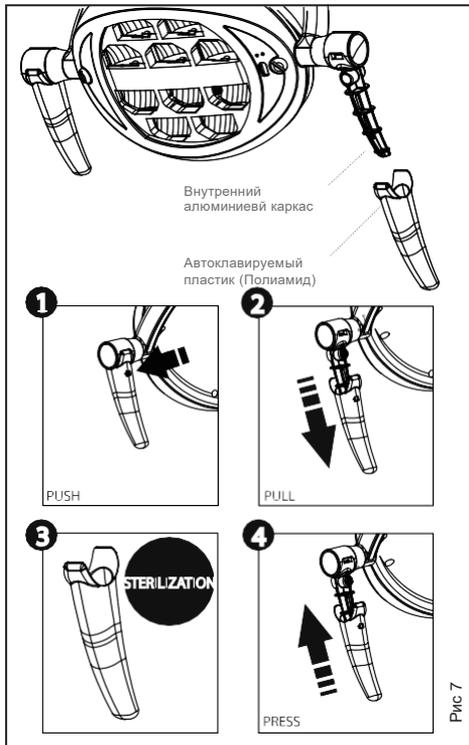

Рис. 7
1. Нажмите кнопку на металлической ручке (см рисунок 7);